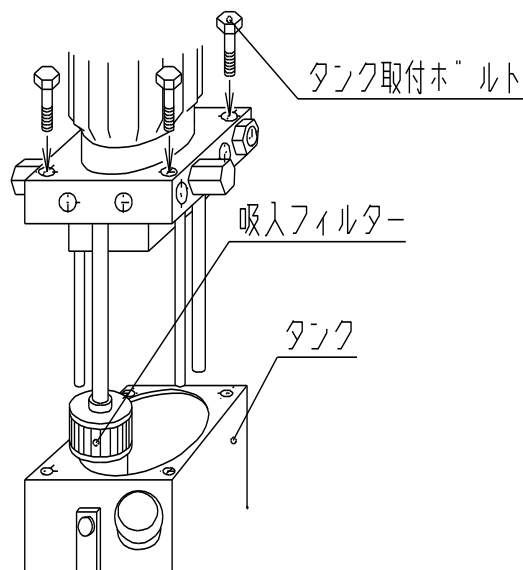

図6 吸入フィルターの洗浄
- (1) 吸入フィルターが目詰まりすると騒音や流量不足の原因となります。定期的に洗浄して下さい。1日、8時間程度の使用で、1年に1~2回行なって下さい。
- (2) タンク内に吸入フィルターが組み込まれています。図6に示す4本のタンク取付けボルトをゆるめてタンクを取り外して行なって下さい。この際、吸入フィルターをタンクに引っ掛けないようご注意ください。